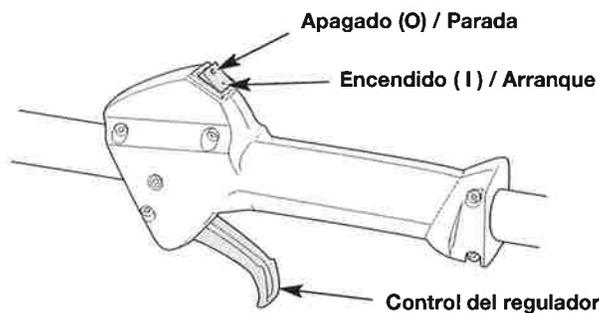

Fig. 3
NOTA: No hay necesidad de encender la unidad. El interruptor de Encendido/Apagado debe estar en la posición ENCENDIDO (1) en todo momento (Fig. 3).
6. Apriete el control del regulador (Fig. 3) y tire de la cuerda **5 veces** con movimiento regulado y firme (Fig. 5).
2. Oprima y no suelte el interruptor de control de Encendido y Apagado en la posición APAGADO (0) hasta que el motor se detenga por completo (Fig. 3).